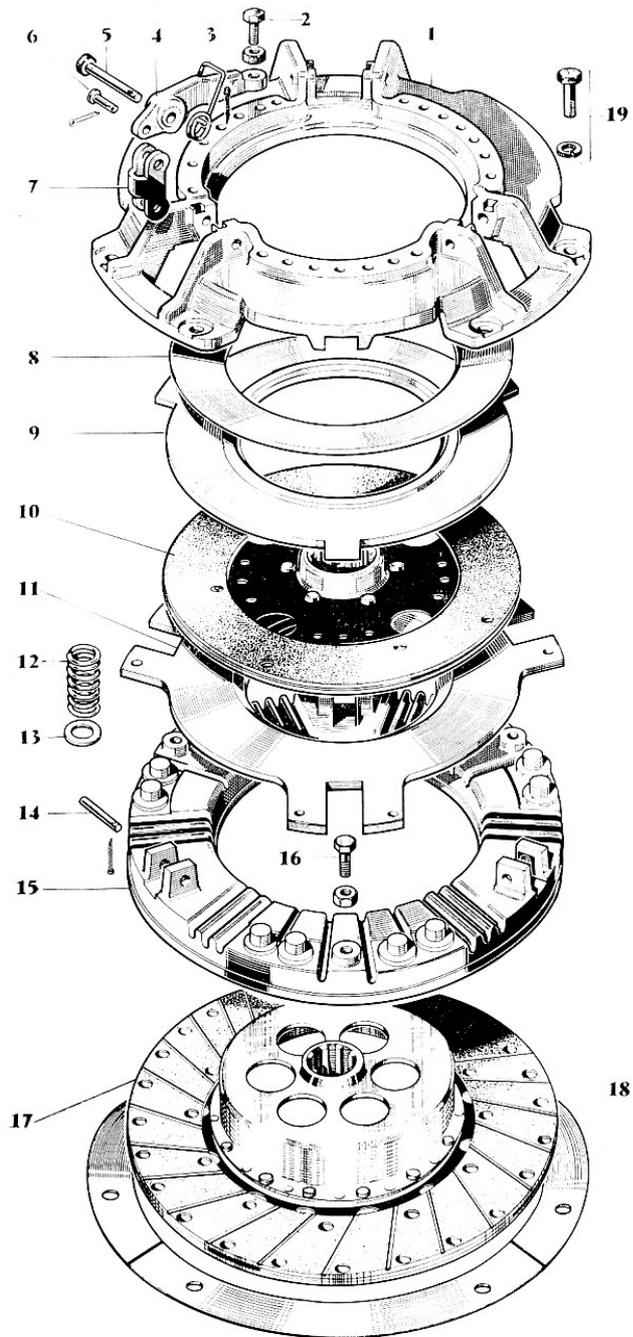

Fig. 3
1° Mettre le couvercle d'embrayage à l'envers, y placer la rondelle Belleville de façon qu'elle soit centrée par l'embrèvement du couvercle (fig. 3).
- 4° Placer sur le plateau presseur MAMU le plateau primaire, les sièges de ressorts, les ressorts, le plateau de friction secondaire et le disque secondaire avec la joue du moyeu au-dessus du voile (fig. 3).